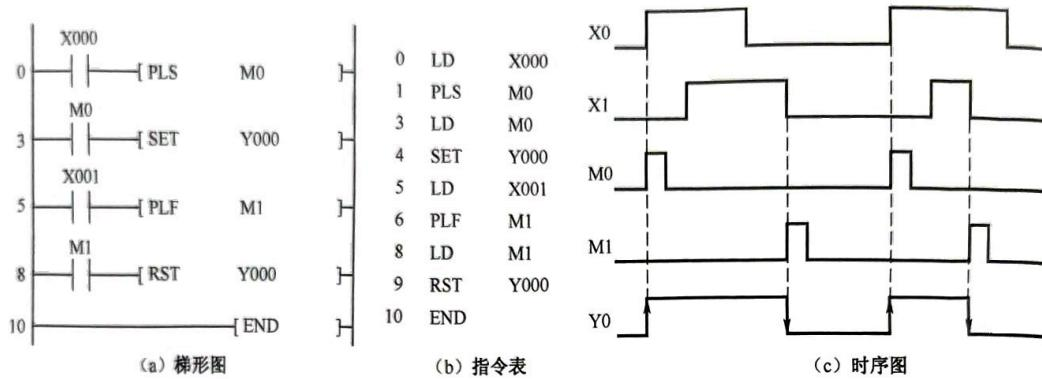

图 3-58 PLS、PLF 指令举例
如图 3-58 (a) 所示, 按下按钮 X0, 灯 Y0 点亮; 当按下按钮 X1 时, 灯 Y0 仍点亮, 只有当松开按钮 X1 时, 灯 Y0 才会熄灭。图 3-58 (a) 对应的指令表如图 3-58 (b) 所示。
在图 3-58(c) 中, PLS(上升沿微分指令)在输入信号 X0 的上升沿产生一个扫描周期的脉冲输出; PLF(下降沿微分指令)在输入信号 X1 的下降沿产生一个扫描周期的脉冲输出。当按下按钮 X0 时, M0 闭合一个扫描周期, 通过 SET 指令让 Y0 通电, Y0 灯亮, 即使手松开 X0, 由于 SET 的置位作用, Y0 仍然亮; 当按下按钮 X1 时, 辅助继电器 M1 并不通电, 只有松开按钮 X1, 此时 PLF 指令使 M1 闭合一个扫描周期, M1 的常开触点闭合, 通过 RST 指令对 Y0 复位, Y0 灯熄灭。
(1) 使用 PLS 时, 仅在驱动输入接通后的一个扫描周期内目标元件 M0 为 ON, 如图 3-58(c) 所示, M0 仅在 X0 的常开触点由断到通时的一个扫描周期内为 ON; 使用 PLF 指令时只是利用输入信号的下降沿驱动, 其他与 PLS 相同。
(2) PLS、PLF 指令的目标操作元件为 Y 和 M。但特殊辅助继电器不能用来作为 PLS 或 PLF 的操作元件。
(3) 在驱动输入接通时, PLC 由运行(RUN) → 停机(STOP) → 运行(RUN), 此时 PLS M0 动作, 但 PLS M600(断电时有电池后备的辅助继电器)不动作, 这是因为 M600 是保持继电器, 即使在断电停机时其动作也能保持。